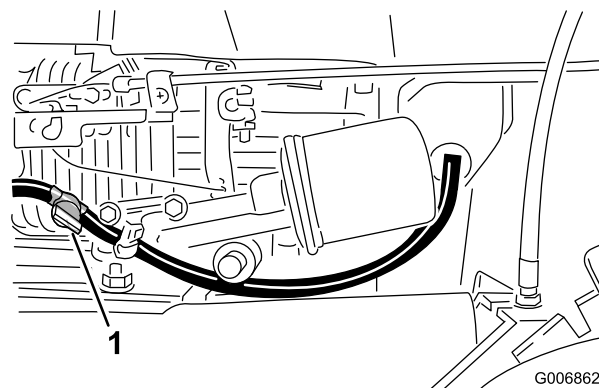

Figura 11
2. Aprite la valvola del carburante (Figura 11)